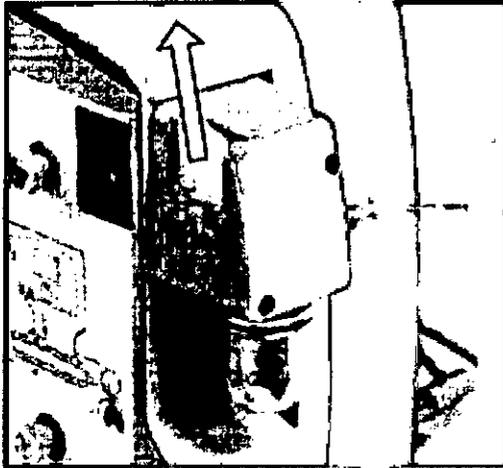

Figura 8-6
1. Agarre el cartucho por los bordes superior y posterior y empujelo con suavidad hacia arriba hasta que salga de su ranura de encaje en la sección de muestreo (figura 8-6).